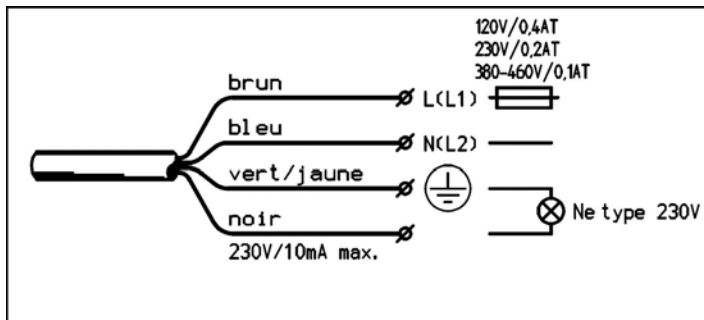

Figure 1: Branchement de la conduite Neoprene d'alimentation
- Une lampe néon (230 V) peut être montée entre le cordon de signal et la terre comme indication de haute tension, Figure 1,2 ou 3. Il est également possible de monter à cet endroit un relais qui produit un signal d'alarme en cas d'absence de haute tension.